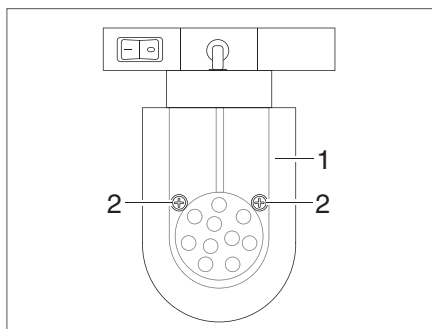

Fig. 169 Spot DEL (coulissant)
- Desserrer les vis de fixation (Fig. 169,2).
- Retirer prudemment le verre de lampe (Fig. 169,1).